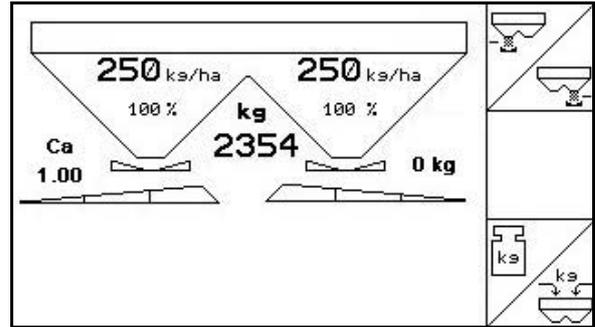

Fig. 37
**Lancez l'étalonnage en ligne au début de l'épandage en le sélectionnant dans le menu de travail (Fig. 37).**